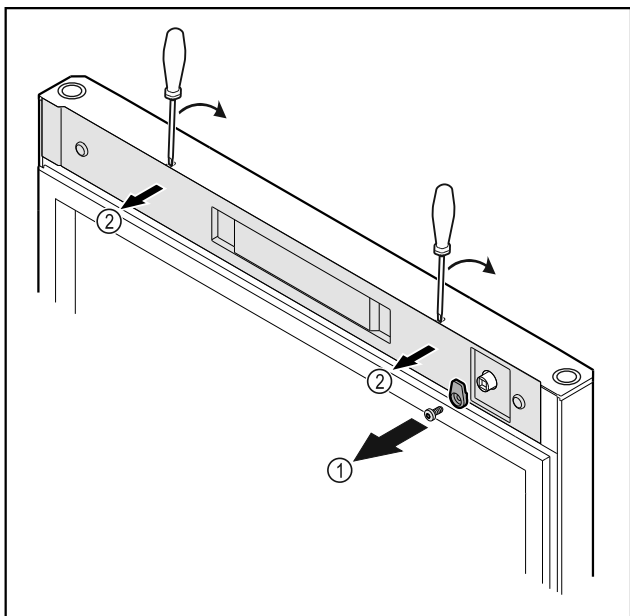

Fig. 12 \*
- Desatornillar el gancho de cierre Fig. 12 (1)\*
- Desencajar la cubierta Fig. 12 (2) con un destornillador pequeño y retirarla.\*